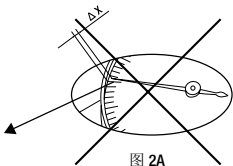
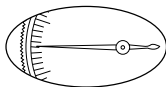

图 2A
图 2B
判读误差: 测量时务必小心谨慎, 避免判读误差 ( $\Delta x$ )。在观察方向与刻度盘不垂直时, 就会产生这样的误差(图 2A)。读数时眼睛应垂直于刻度盘 (3) (图 2b)。